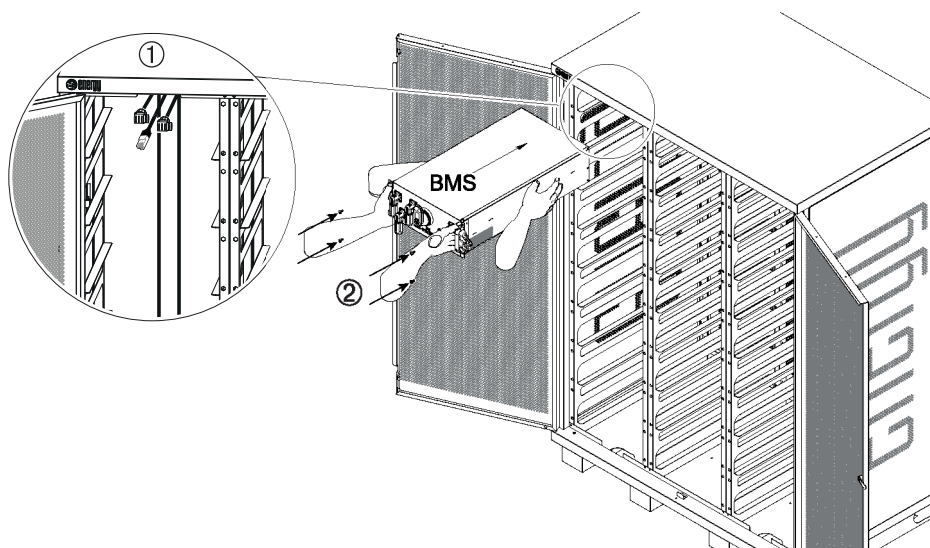

Fig. 5.18 - Installazione modulo di controllo BMS
- Prima di installare il BMS portare in posizione i connettori rapidi **D+** e **D-** e il cavo di comunicazione **RJ45**, lasciandoli uscire in corrispondenza dell'apposito spacco posto frontalmente al rack (1, Fig. 5.18). Questa sarà la posizione da mantenere per l'inserimento del BMS.
- Fissare il BMS con le 4x viti M6 presenti nel relativo imballo (2, Fig. 5.18).